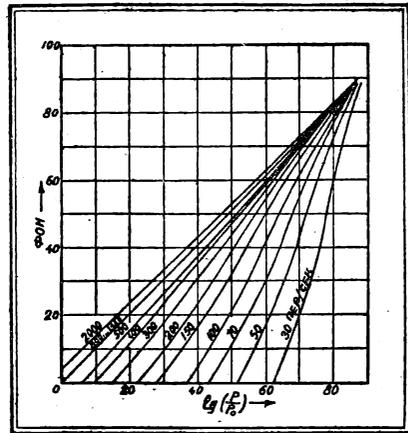
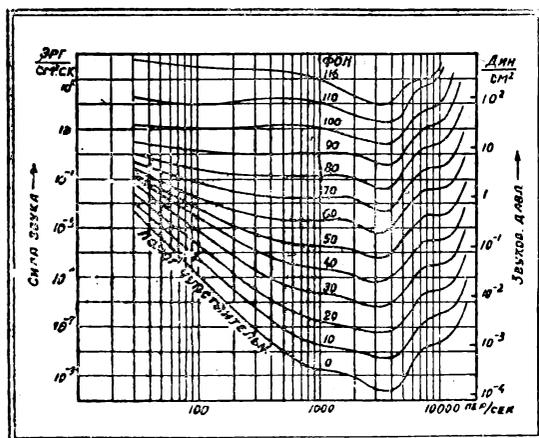

Рис. 9. Громкость чистых тонов в зависимости от звукового давления
Рис. 10. Кривые равной громкости
Для чистых тонов исследователем Кингсберги, а в последнее время Флетчером и Мансоном получено семейство кривых, соответственно уравнению (1). На рис. 9 показана громкость для различных частот как функция от $20 \lg (P/P_0)$. Соответствующие кривым аналитические выражения даны Штейнбергом в виде формулы
На рис. 9 прежде всего видим под углом 45° прямую для 1000 пер/сек, которая действительно также для соседних частот; здесь раздражение пропорционально звуковому давлению. Для более низких частот оно возрастает быстрее, соответственно большей крутизне кривых, например для 50 пер/сек раздражение пропорционально P^2 . В этом проявляются нелинейные свойства уха: с возрастающим звуковым давлением появляются гармоники, обнаруживающие наиболее сильное действие при низких частотах и увеличивающие громкость. Эти же кривые показывают характерную для уха зависимость давления на пороге слышимости от частоты. Эту зависимость можно сделать наиболее наглядной, перерисовав семейство кривых рис. 9 в виде кривых равной громкости (рис. 10). Самая нижняя из этих кривых представляет собою кривую порога слышимости и обнаруживает сильное уменьшение чувствительности уха для низких и высоких частот. При 1000 пер/сек порогу слышимости соответствует звуковое давление $3,16 \cdot 10^{-4}$ дин/см², при 30 пер/сек
это давление должно быть в 1000 раз больше. Кривая порога слышимости есть собственно частотная кривая чувствительности всех органов передачи звука — наружного, среднего и внутреннего уха. При более значительных величинах громкости нелинейные искажения вызывают большее увеличение раздражения для низких частот и вместе с тем повышению чувствительности уха к изменению силы звука для этих частот. Это служит причиной изменения формы кривой, что можно видеть на рис. 10. Эти исследования уже дают ключ к построению объективных измерителей громкости. Для этого надо включить (согласно схеме рис. 7) между микрофоном и измерительным прибором фильтр, осуществляющий частотные зависимости соответственно кривым рис. 10. На практике воспроизводятся лишь некоторые из этих кривых, как например кривые для громкостей 20, 40, 60 фон. Можно полагать, что при измерении таким прибором громкости частотных смесей и шумов получаются приблизительно правильные результаты.